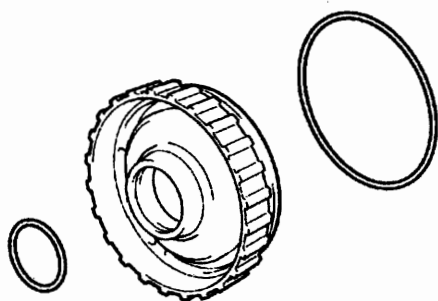

图 12-1-135
②如图 12-1-135 所示, 从前进挡离合器活塞上拆下两个 O 形圈。
(11) 如图 12-1-135 所示, 将 ATF 涂到两个 O 形圈上, 然后将其安装到前进挡离合器活塞上。
(12) 安装 1 号离合器平衡器。